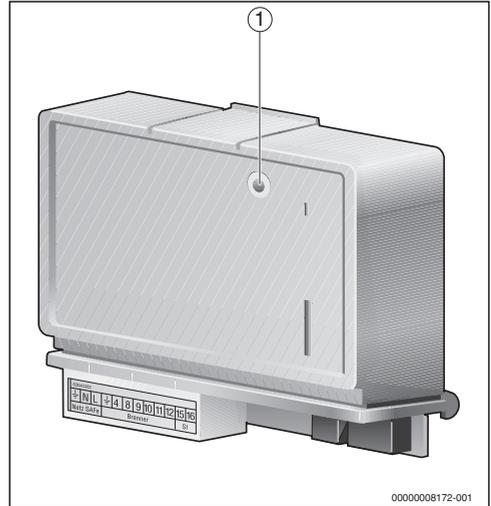

Bild 1 Betriebs-/Störungs-LED
- Anzeige des Betriebszustands des Fremdbrennermoduls BRM10 durch eine LED (→ Bild 1).